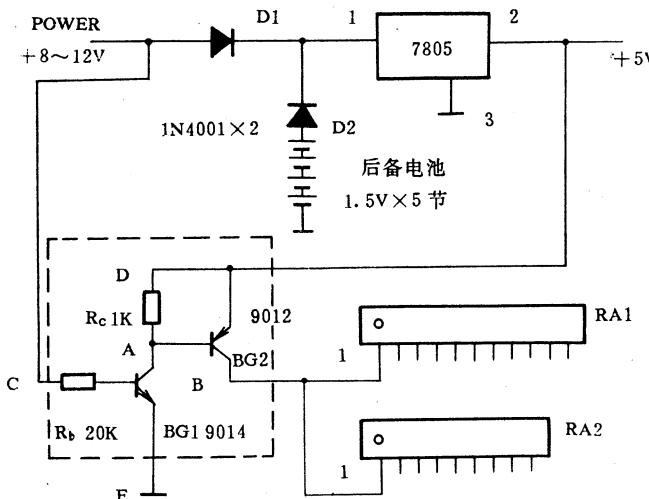
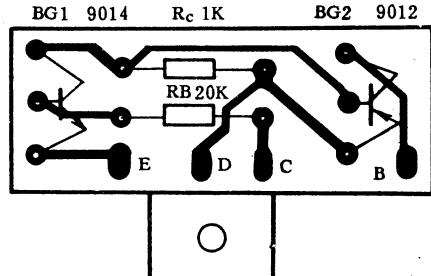

图 1
图 2
笔者经过尝试,增加四个元件(见图 1 虚线框内),将这些发光二极管工作方式改为:当使用市电时就发光;使用后备电源时就停止工作(发光)。这样对延长电池的使用寿命起到了很好的作用。因为 18 个发光二极管消耗的总电流接近 90 毫安,而干电池的容量仅为几百个毫安时。
工作原理:(对照图 1)当有市电时,市电经配套的电源变换器形成约 10 伏的直流电供到 POWER 插座,经 Rb 提供基极电流给 BG1, BG1 导通,A 点电压近似为零,BG2 导通,B 点电压约等于 5 伏,也就是说 RA1、RA2 电阻排的第 1 脚电压约等于 5 伏,于是发光二极管工作如常;当市电断开后,后备电池经 D2 投入工
4. 用刀片将 POWER 与 7805 稳压集成块的第一脚之间连接的印刷线路割断(插元件面和焊点面均须割断),并在断口处跨焊一只 4001 二极管(即图 1 中的 D1)。D2 设置在 7.5 伏电池箱中。
5. 对照图 1 虚线部分设计一小块电路板如图 2,并焊上 Rb、Rc、BG1、BG2 四个元件;在 B 点引线连接到 RA1、RA2 电阻排的第 1 脚;C 点接到主机电路板上的 POWER 焊点(即图 1 中 D1 正极);D 点接到 7805 的 2 脚(即 5 伏),E 点接到 7805 的 3 脚(即地)。然后利用固定 7805 的螺钉将此小电路板固定(也可不用小电路板,而直接将四个元件粘在主机板上)。